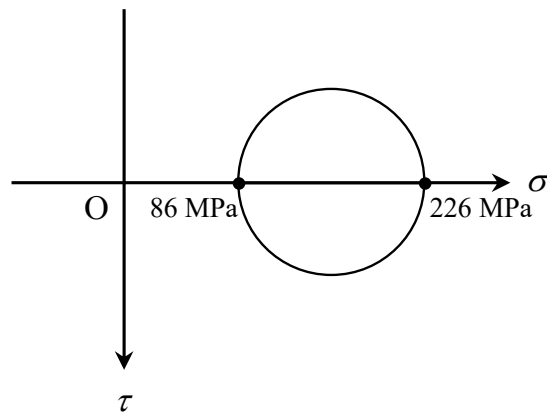

Fig. 2.4 モールの応力円
(4)で求めた主応力から，モールの応力円は Fig. 2.4 のようになる.